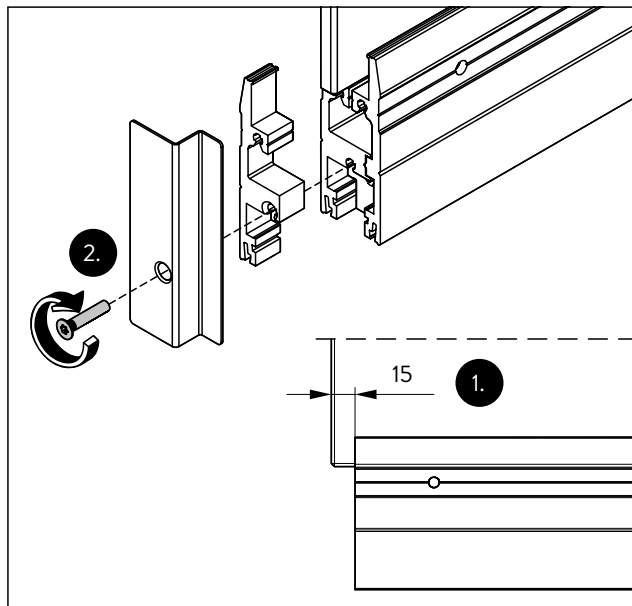

Abb. 42 Adapterstück und Stirnabdeckung montieren
1. Den Glasüberstand prüfen (Abb. 42/1) und ggf. nachjustieren.
2. Das Adapterstück und die abgewinkelte Stirnabdeckung mit der Schraube an die Türschiene schrauben (Abb. 42/2).